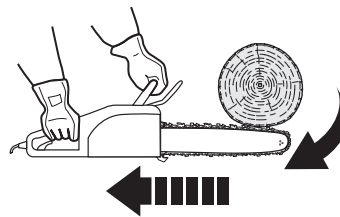

Fig.27
2. Si la chaîne [3] est pincée au niveau du bord supérieur du guide-chaîne [4], celui-ci peut être projeté brutalement vers l'arrière (Fig. 27).